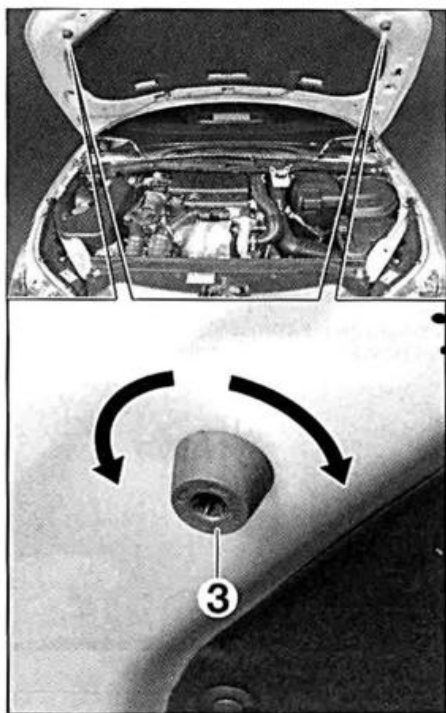

FIG. 21
- Ajustar los juegos y rebases con el tope de reglaje (3) (fig. 21).